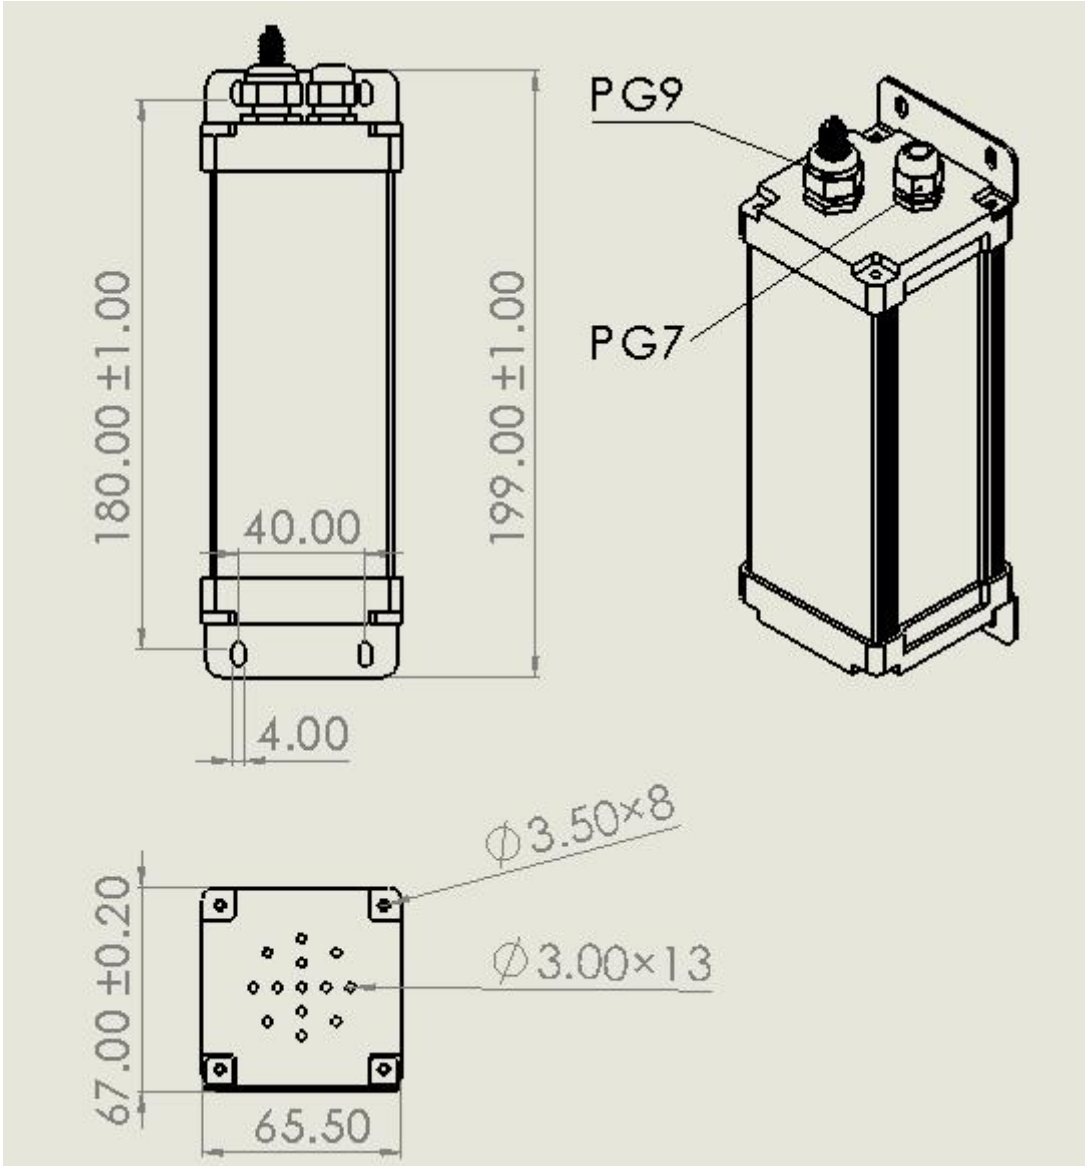

图 1 QRR0.1G/S-PFK 外形尺寸图
7.2 根据防护空间体积计算所需QRR0.1G/S-PFK灭火装置数量，确定好数量后，将灭火装置固定，产品外形尺寸如图1所示；